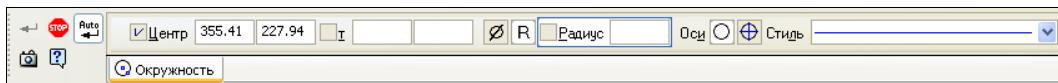

Рис. 4.2. Построение окружности
- ◆ задайте численное значение радиуса с помощью клавиатуры. Оно автоматически попадет в поле **Радиус** на Панели свойств (рис. 4.2);